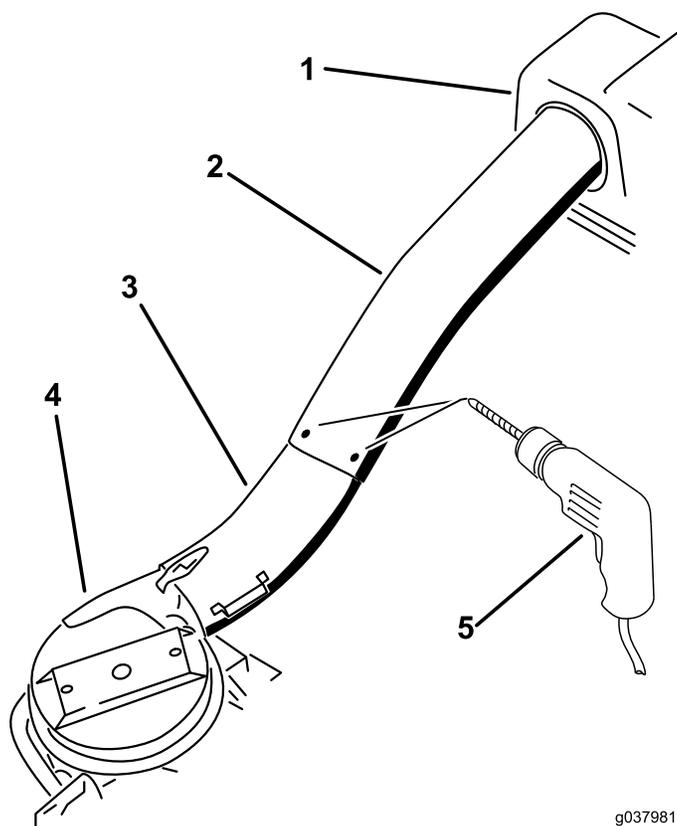

**Figura 35**
6. Fate scorrere il tubo inferiore sull'alloggiamento del soffiatore e fissateli insieme (Figura 35).